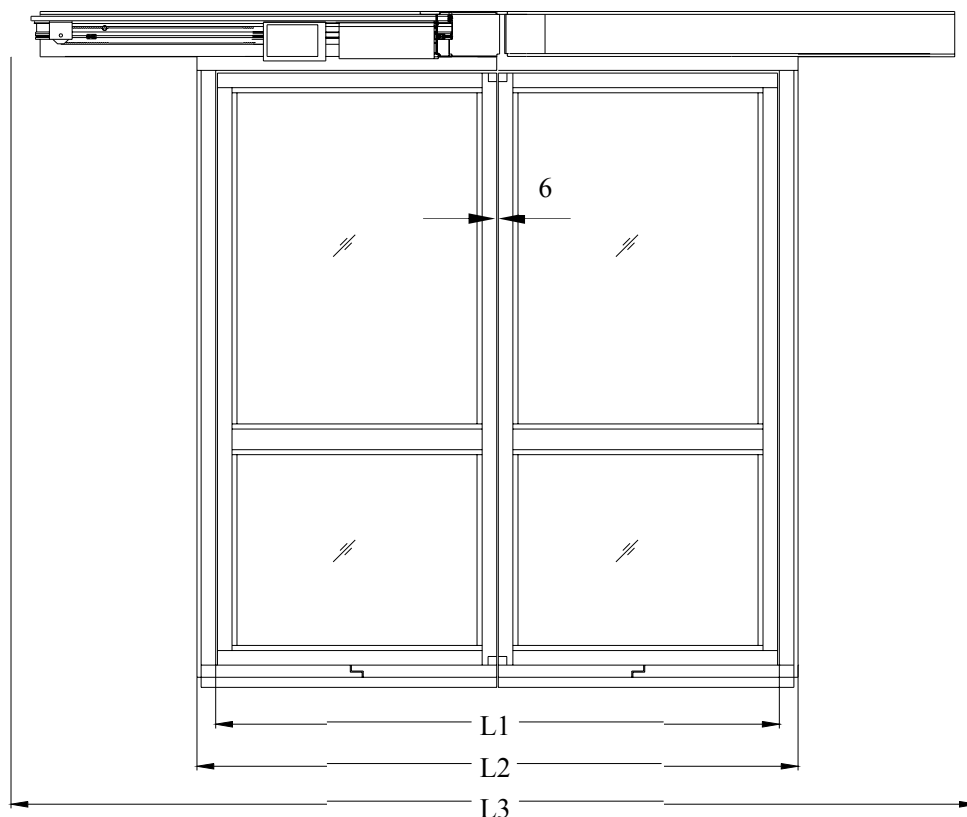

Figura 19-5
19.9 Ajuste la puerta corredera. Consulte la Figura 19-5 y la Tabla 19-1; ajuste la puerta corredera con los siguientes pasos.